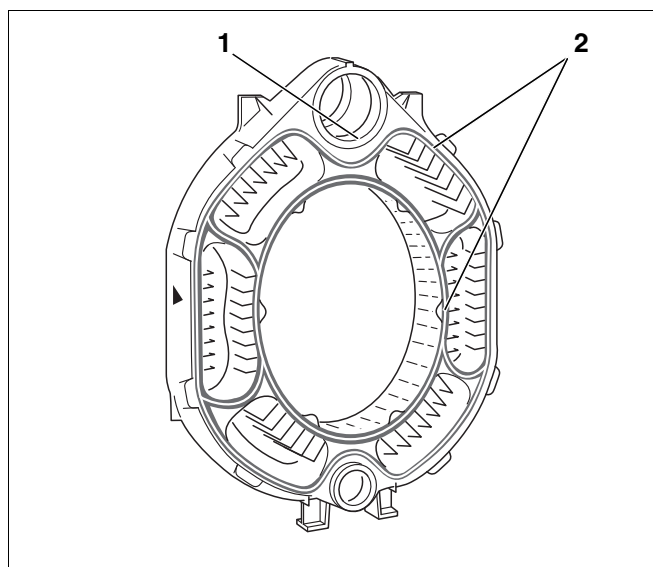

Fig. 12 Preparazione dell'elemento intermedio
- ▶ Spennellare uniformemente con l'ermetizzante le superfici a tenuta ermetica dei mozzi (fig. 12, [1]).
- ▶ Cospargere di collante (primer) le molle di tenuta (fig. 12, [2]).